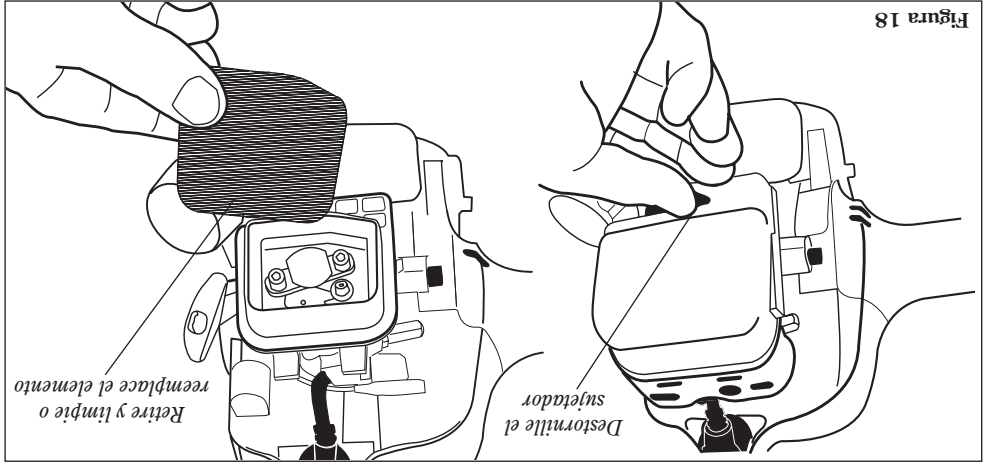

Figura 18
- Retire el elemento del filtro de aire. Consulte la figura 18. Limpie o reemplace como sea necesario. Para lavar el elemento: Lávelo meticulosamente con agua y jabón.